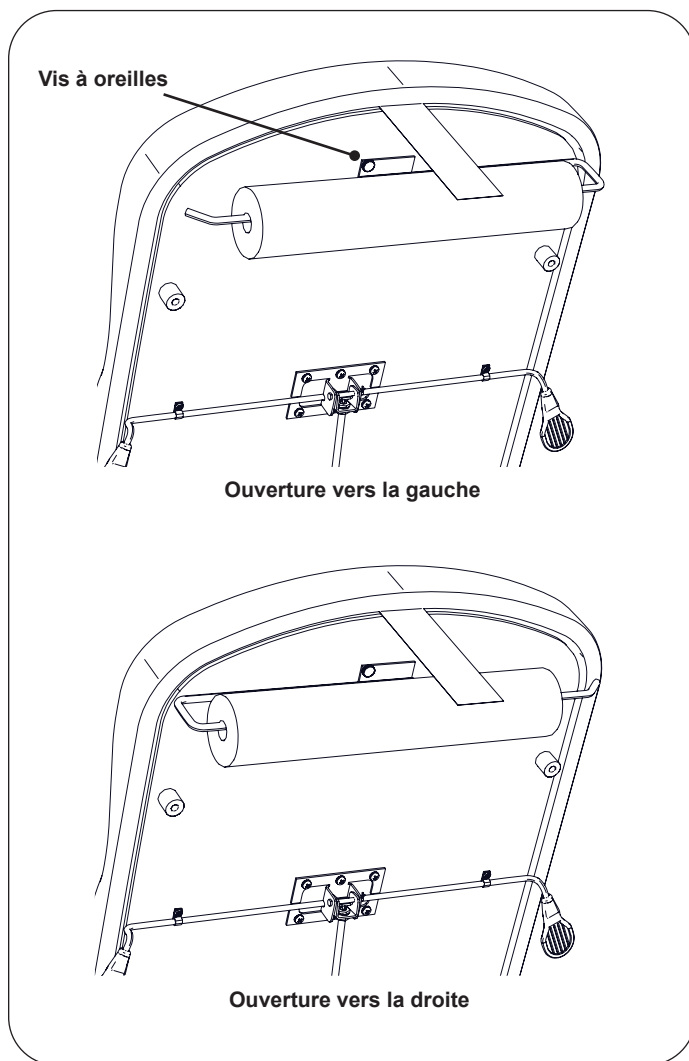

Figure 7. Installation du porte-rouleau de papier
- Déterminer l'orientation souhaitée pour le porte-rouleau de papier. (Voir les choix en Figure 7.)